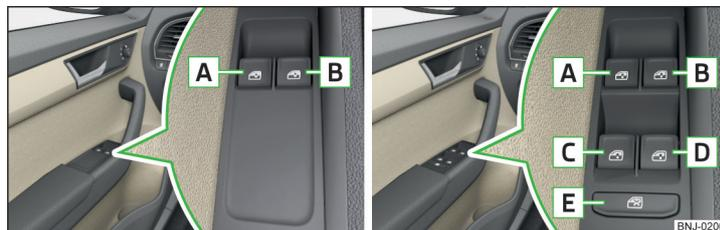

Fig. 45 Touches des lève-vitres : variante 1/variante 2
En fonction de l'équipement, les touches de la portières permettent de commander les vitres avant - **variante 1** ou les vitres avant et arrière - **variante 2** » fig. 45.
Dans la **variante 2**, » fig. 45 la **vitre conducteur** peut être entièrement ouverte automatiquement par un court appui de la touche jusqu'à la butée. En appuyant à nouveau ou en tirant sur la touche, la vitre s'arrête.
Dans la **variante 2**, » fig. 45 la **vitre conducteur** peut être entièrement fermée automatiquement en tirant la touche jusqu'à la butée. En tirant à nouveau ou après un appui sur la touche, la vitre s'arrête.
➤ Appuyez sur la touche **[E]** » fig. 45.
■ Si des personnes non autonomes, telles que des enfants, sont assises sur les sièges arrière, il est recommandé, par mesure de sécurité, de neutraliser les touches des portières arrière avec la touche **[E]** » fig. 45.
- La **variante 1** des lève-vitres électriques » **fig. 45 à la page 59 ne dispose pas** d'une limitation de la force exercée. Fermer les vitres avec précaution – risque de blessures !
- La **vitre du passager avant de la variante 2** des lève-vitres électriques » **fig. 45 à la page 59 ne dispose pas** d'une limitation de la force exercée. Fermer la vitre avec précaution – risque de blessures !